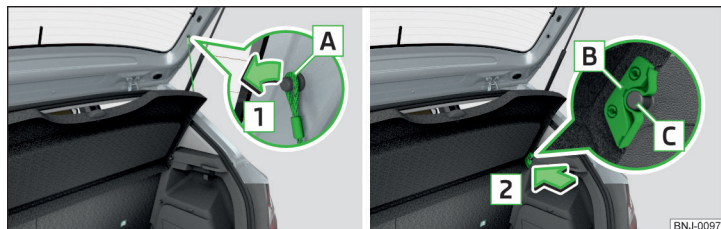

Fig. 108 Scoaterea măștii portbagajului
Dacă benzile de susținere » fig. 108 sunt agățate de capota portbagajului, la deschiderea capotei se ridică și masca portbagajului (denumită în continuare doar mască).
- » Desprindeți benzile de susținere de pe ambele părți ale capotei portbagajului, în sensul săgeții » fig. 108.
- » Poziționați elementele de fixare de pe capac peste elementele de susținere , de pe capitonajul lateral » fig. 108.
În partea din față elementele de prindere » fig. 108 la pagina 86 de pe capac trebuie să se fixeze complet în suporturile de la capitonajul lateral. În partea din spate capacul trebuie asigurat pe ambele părți sub elementul de blocare. ►